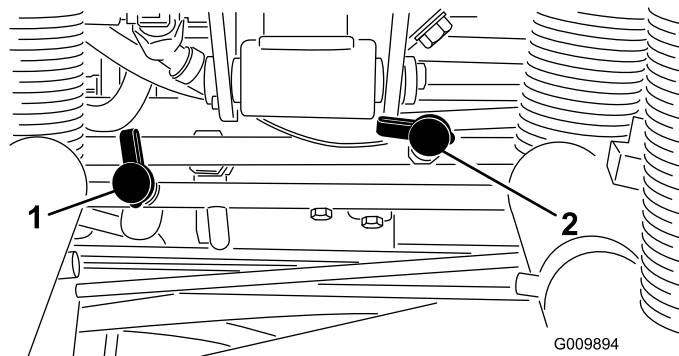

図 62
- ・ テストポート #1 (図 62) は、前進走行油圧の測定用です。
- ・ テストポート #2 (図 62) は、後退走行油圧の測定用です。